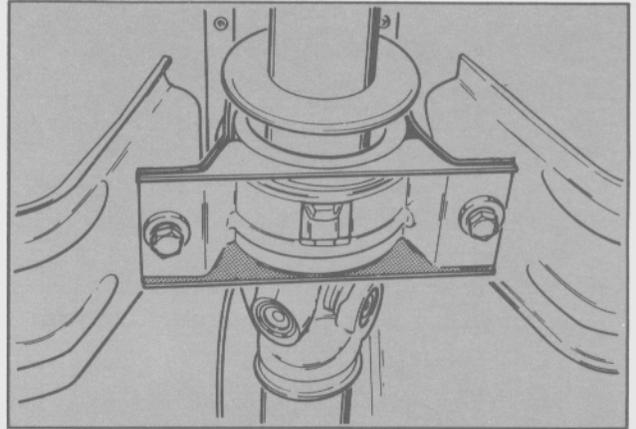

Fig. 15. Soporte central y arandelas espesas del eje de transmisión
- Colocar el soporte central con las arandelas espesas y ajustar los tornillos al torque especificado (Fig. 15).